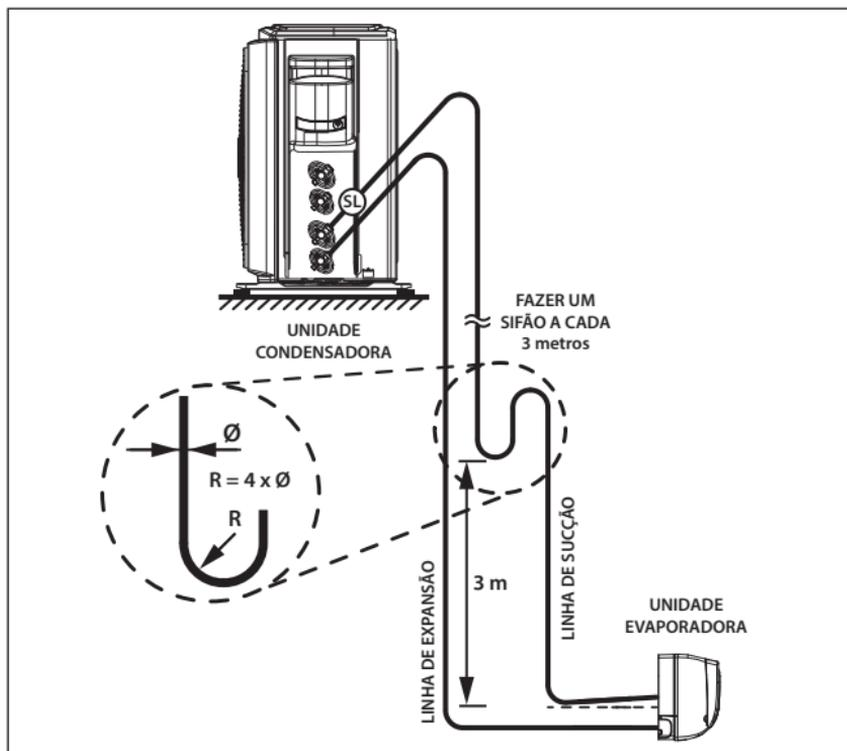

FIG. 69 - LINHAS DE INTERLIGAÇÃO
- Quando a unidade condensadora estiver em um nível superior ao da unidade evaporadora, fazer sifões nas subidas da linha de sucção a cada **3,0 metros**; considerando desde a saída da evaporadora (Fig. 69).
- No caso de haver desnível entre 4 e 5 metros entre as unidades e estando a evaporadora em nível inferior, deve ser instalado na tubulação de sucção um sifão (ver Fig. 69).
- Inclinarem as linhas horizontais de sucção no sentido do fluxo. (ver Fig. 69).